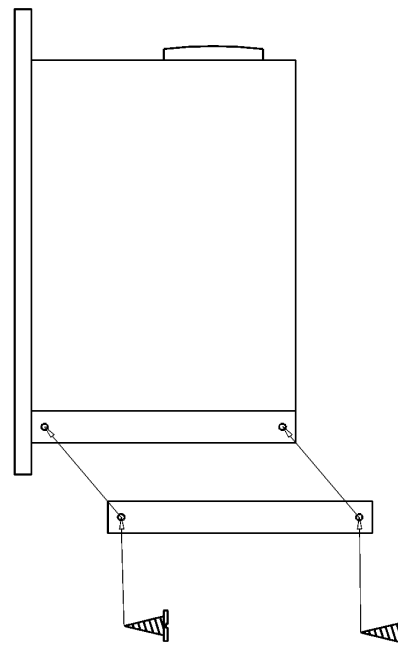

Abb. 1
- Führungen an beiden Maschinenseiten durch die gelieferten Schrauben wie in der Abbildung 1 montieren.